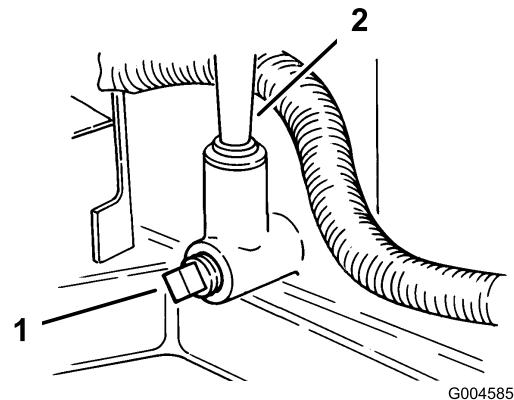

Figura 20
9. Coloque un recipiente debajo del orificio de llenado/varilla de aceite y retire el tapón de vaciado (Figura 20).